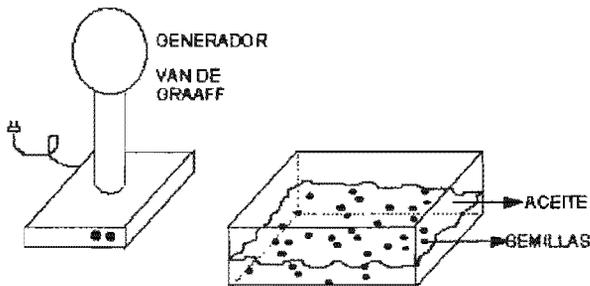

Figura 3.2
e) Considerar el siguiente dispositivo (Figura 3.2)